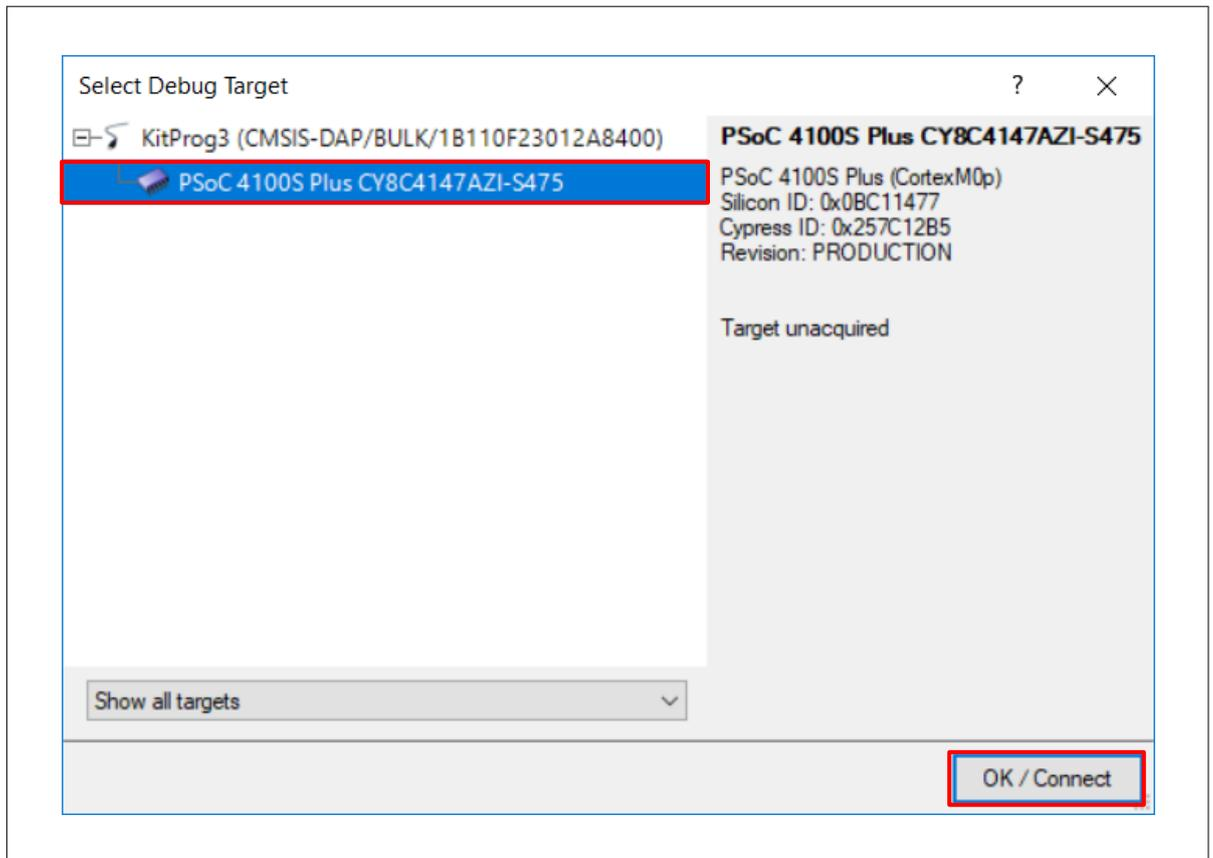

図 49 デバイスに接続する
2. 図 49 に示すように、**Select Debug Target** ダイアログボックスで、**Port Acquire** をクリックしてから、**Connect** をクリックしてください。OK をクリックし、ダイアログボックスを閉じてください。